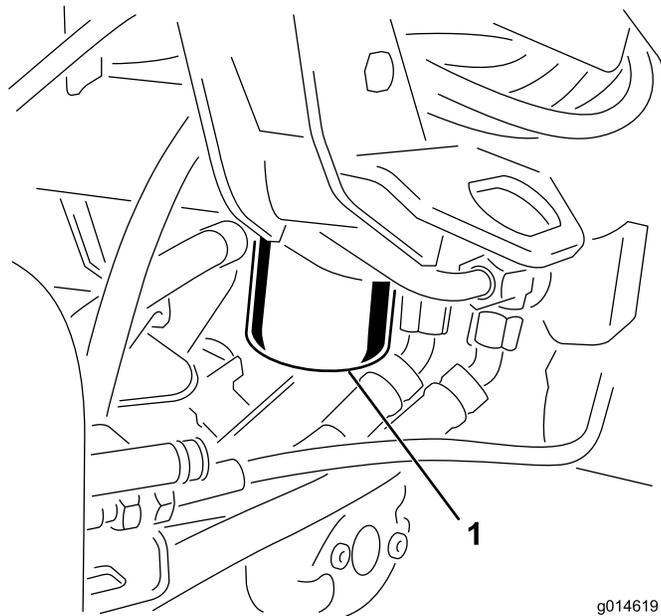

図 36
1. フィルタ容器の周辺をウェスできれいにぬぐう 図 36。フィルタの下に廃油受けを置いてフィルタを外す。